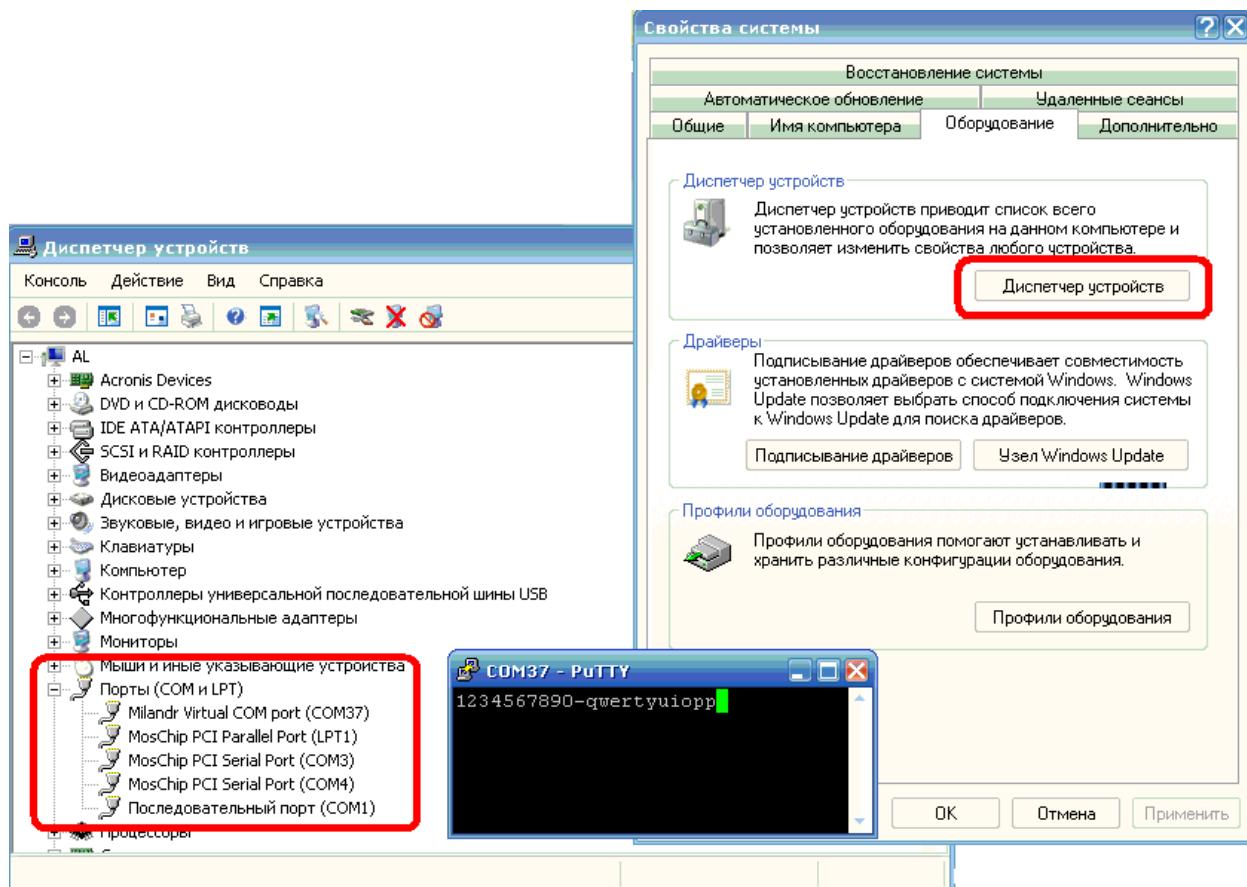

Рисунок 9.2 Окно программы Putty и диспетчера устройств.
10. В появившемся окне рисунок 9.2 ввести произвольный текст. Как видим, те данные, которые вводятся с клавиатуры, отображаются в окне Putty, что говорит о двунаправленной передаче данных между контроллером и ЭВМ по шине USB.